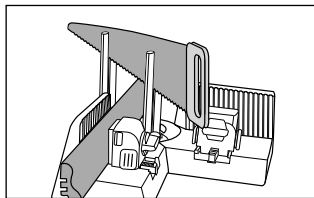

Fig. 10
- ◆ Avec l'autre main, glissez la scie par le haut dans les barres de guidage ❷ (voir fig. 10).